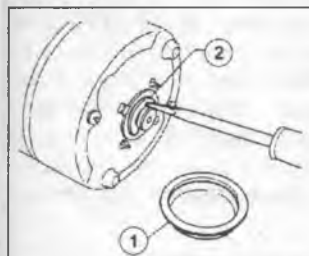
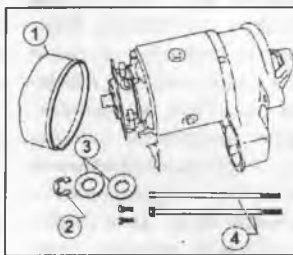
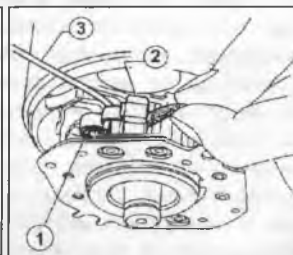
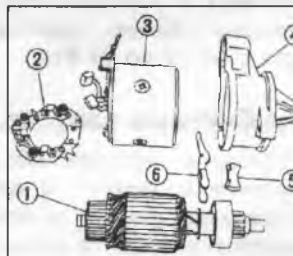

Рис. 296
Рис. 297
Рис. 298
Рис. 299
упорное пружинное кольцо (2) и упорные шайбы (Рис.296). Снимите сквозные болты и болты крепления держателя щеток (рис.297). Снимите держатель щеток. Поднимите пружину щетки (1) и снимите с коммутатора минусовую щетку (2) с помощью проволочного крючка (3) (Рис.298). Снимите корпус статора (3), извлеките ротор (1), снимите вилку переключения (6) (Рис.299). Для снятия шестерни привода с ротора передвиньте ограничитель перемещения шестерни